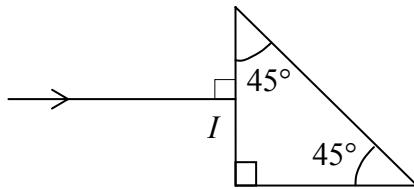

Figure 10 : prisme du télescope
5.1/ Les deux prismes du périscope sont identiques, seule leur orientation diffère ; ils sont constitués d'un verre d'indice $n = 1,5$ et sont plongés dans l'air d'indice 1 (figure 10) :
On considère le rayon incident arrivant sous incidence normale sur la face d'entrée de l'un des prismes. Refaire sur la copie le schéma de la figure 10 en le complétant (dessiner la « suite » du rayon). Justifier soigneusement par un calcul les constructions au niveau de chaque interface.